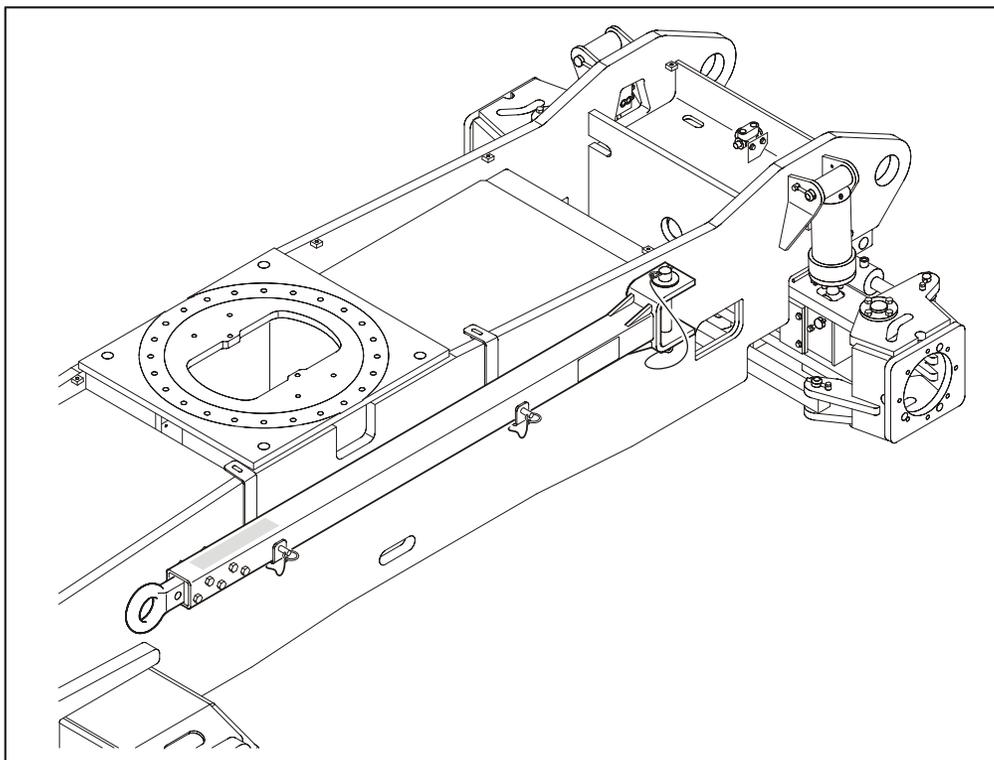

Figure 4-7. Barre de remorquage
3. Déconnecter la barre de remorquage du véhicule de remorquage et la placer en position d'arrimage comme indiqué à la Figure 4-7. La machine est maintenant en mode de translation.